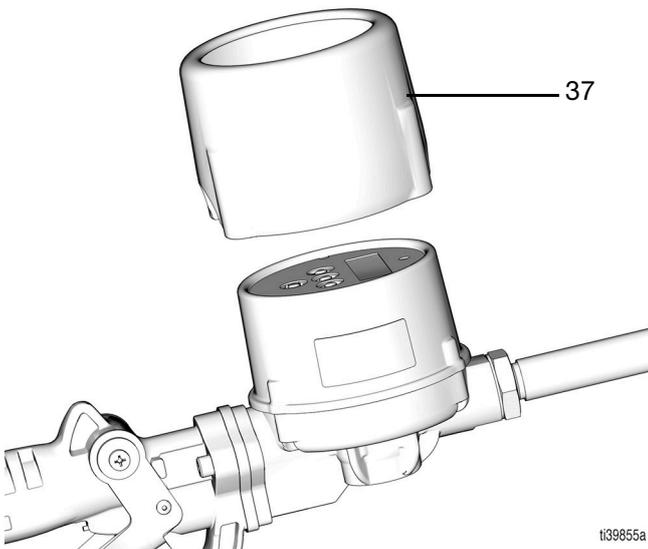

FIG. 6
2. Afloje la pieza giratoria (33) de la manguera y retire el medidor; a continuación, páselo a una mesa de trabajo para repararlo.
3. Retire la protección contra impactos (37) del medidor (FIG. 6).
10. Vuelva a montar la protección contra impactos (37), consulte la FIG. 6 en la página 10.